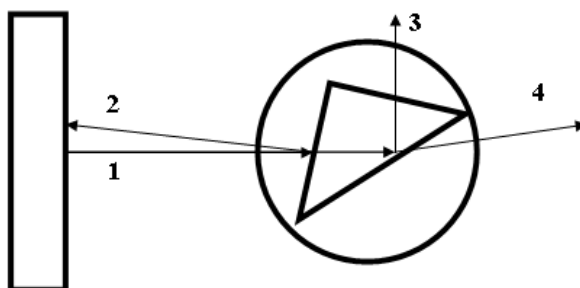

Рисунок 10 – Схема прохождения лучей через призму
3.7 Определите значение угла Брюстера. Для параллельной поляризации, как указано в теоретическом разделе данного описания, наблюдается эффект полного прохождения через границу раздела при падении волны под углом Брюстера Q_{Br} . В эксперименте должно наблюдаться отсутствие отраженной от основания волны 3 (рисунок 10). Для определения угла Брюстера выполните следующие операции: